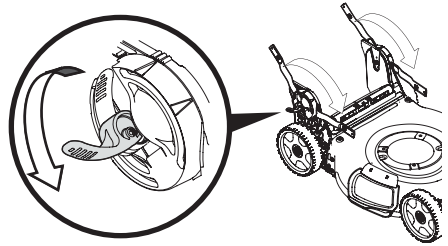

Figure 11
2. Abaissez les deux loquets pour les déverrouiller. Voir l'encadré de la Figure 11.